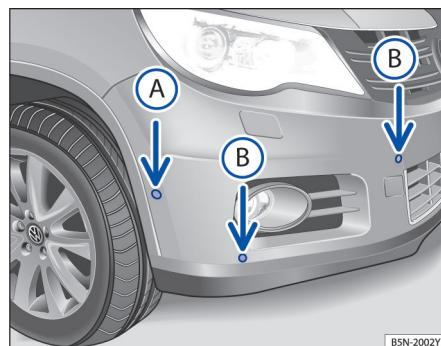

图 124 前保险杠局部视图：驻车距离警报系统传感器
- 驻车距离警报系统的超声波传感器装在保险杠内 ⇒ 图 124 用于探测汽车与障碍之间的距离。该传感器既是发射器，也是接收器，电子系统利用超声波（即发射、反射和接收的超声波）计算汽车与障碍物之间的距离。